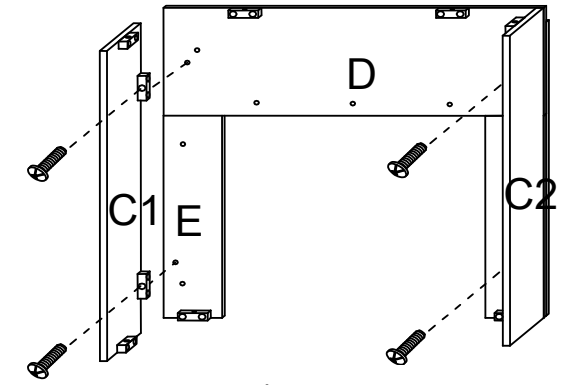

Figura 4
Conecte 2 Izquierdo & PANELS Correctos de FRENTE de LADO (C1 & C2) a los PANELES DELANTEROS (D, E & F) con 4 TORNILLOS de KD (U) (2 tornillos para cada lado por los conectores plásticos). Vea Figura 4.